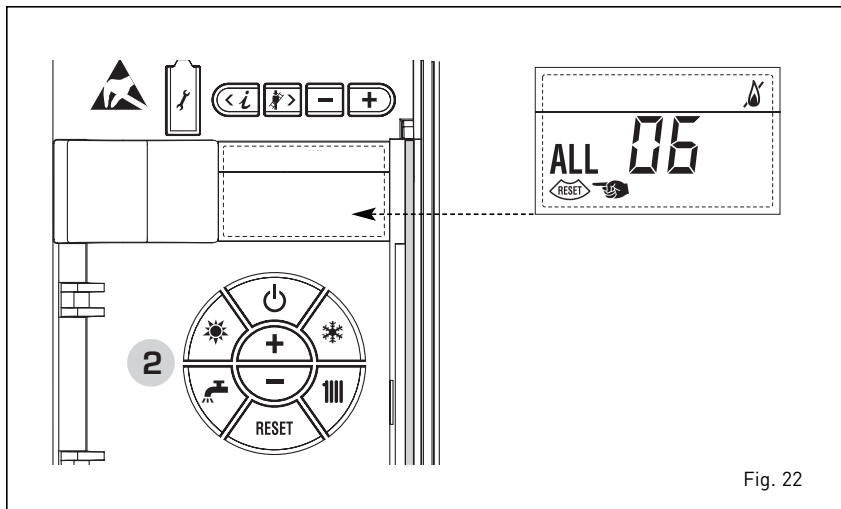

Fig. 22
- **LOCKOUT ALARM 06 (fig. 22)**